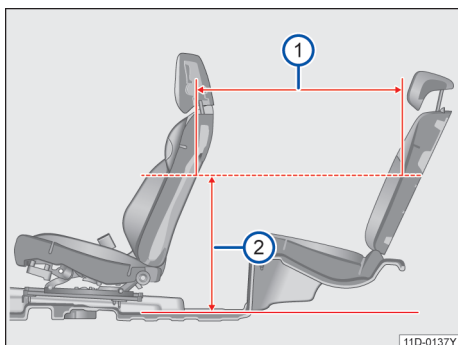

图 65 座间距
当前排座椅前后位置：座椅最后往前滑动 125mm，靠背角为（ 18.8° ），高度位于座椅最低向上调节 47.9mm 位置；后排座椅位于设计位置时，在距离地板位置 620mm 处→图 65②，座间距为 956.63mm→图 65①。